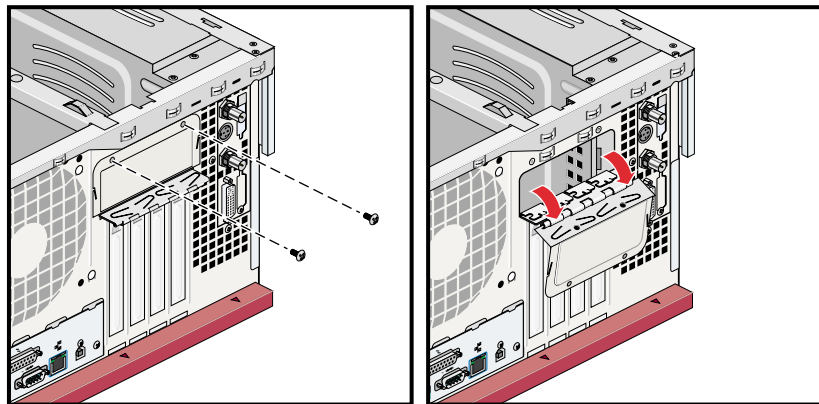

Abbildung 4-27 Schließen der PCI-Blende
1. Schließen Sie die PCI-Blende. Bringen Sie dann die beiden Schrauben an, mit denen die PCI-Blende gesichert wird. Siehe Abbildung 4-27.